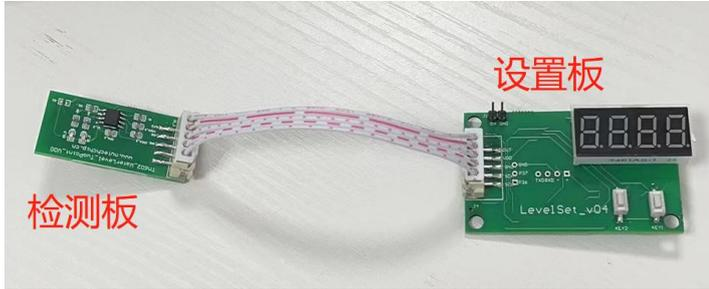

图 1-1
两点液位的功能演示板分为主机设置板和检测板，如图 1-1。
① 使用时，首先将主机设置板与检测板连接。如图 1-1。
② 读无水阈值